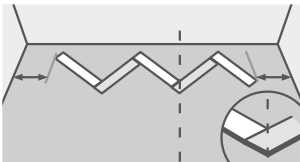

Рисунок 9
- 11.11 После завершения стартового ряда расстояние от краёв планок до стен с обеих сторон должно быть одинаковым и приблизительно равным 2/3 длины планки. При необходимости следует сместить стартовый ряд вправо или влево относительно осевой линии для обеспечения одинакового расстояния от планок до стен с обеих сторон помещения (см. Рисунок 9).